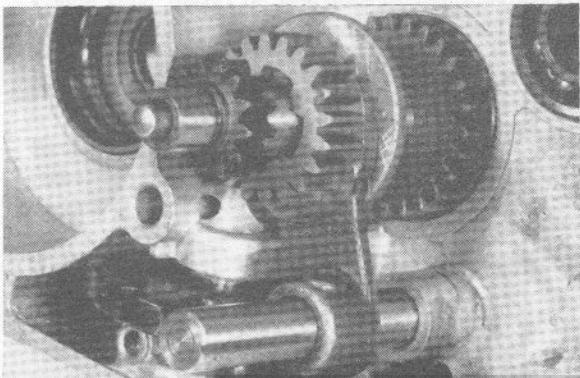

Fig. 23
- Schakeltandwiel met 20 tanden met de schakelvork naar het kleinste tandwiel met 13 tanden trekken. Vervolgens de complete hoofdas met de 3 grote tandwielen (met 34, 40 en 47 tanden) in de carterhelft aanbrengen. De schakeltandwielen (de middelsten) van beide assen moeten precies in elkaar grijpen. De hoofdas in de boring van het kogelblok plaatsen. Alle 3 paren tandwielen moeten nu in elkaar grijpen (fig. 23).